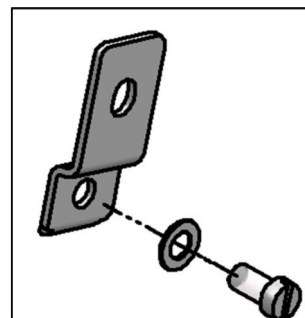

Fig. 5-2 Kit de fixation murale
- Suspendre le dispositif d'étourdissement électrique à l'aide de notre kit de fixation murale* (Fig. 5-2) à une hauteur minimale de 1,6 m. Utilisez pour la suspension les 4 trous de fixation disposés au dos du dispositif d'étourdissement électrique.